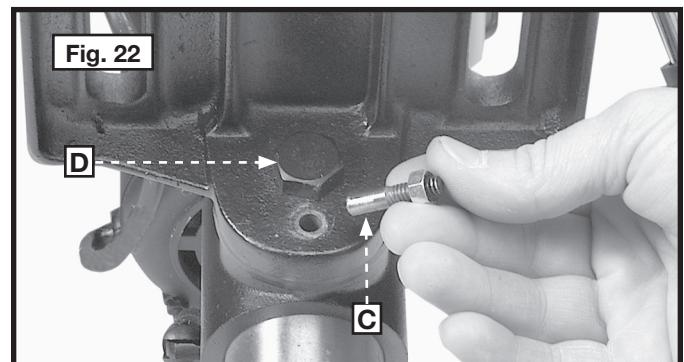

Fig. 22
- El perno de alineación del banco (C) está retirado en la Fig. 22. Afloje el tornillo de bloqueo del banco (D), incline el banco al ángulo deseado y luego apriete el tornillo (D). Cuando devuelva el banco a la posición nivelada, vuelva a colocar el perno de alineación (C) para que la superficie del banco se encuentre en un ángulo de 90 grados del eje.